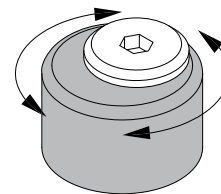

Figure 8
1. To rotate, loosen the JC bolt slightly with a 4mm hex wrench. **Figure 8.**
1. Desserrez un peu le boulon JC avec une clé hexagonale de 4 mm. **Figure 8.**
1. Para darle vuelta, afloje el perno JC ligeramente con una llave inglesa hexagonal de 4 mm. **Ilustración 8.**